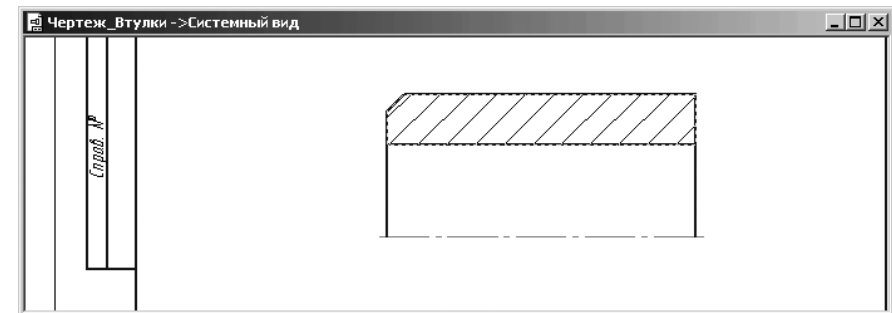

Рис. 4.76. Результат нанесения штриховки на верхнюю половину втулки
- щелкните на **Специальной панели управления** по кнопке – **Создать объект** или нажмите комбинацию клавиш **Ctrl+Enter**. Результат нанесения штриховки представлен на рис. 4.76.